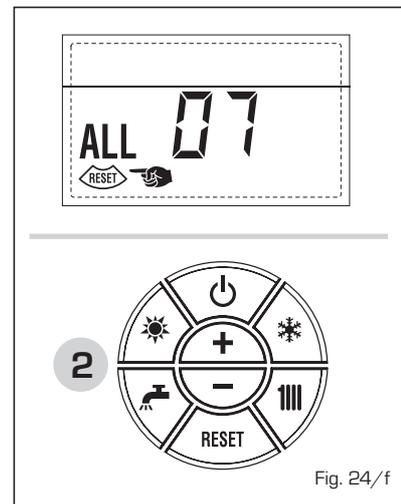

Fig. 24/f
- ANOMALÍA LLAMA PARÁSITA "AL 08" (fig. 24/g)